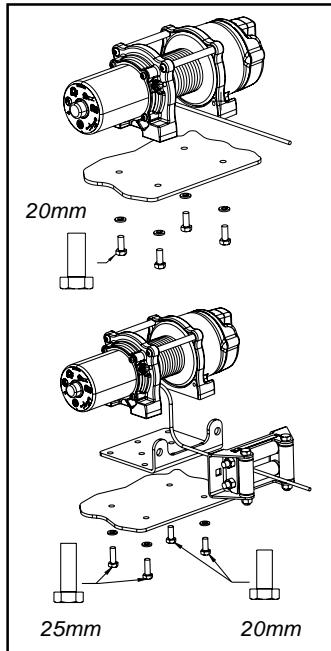

Figure 4 : Orientation du treuil par rapport à la plaque de montage
- Utilisez des vis à tête hexagonale M8-1,25 X 20 mm de catégorie 8 dans le cas d'une plaque de montage monobloc. **Remarque :** Si vous utilisez des plaques de montage et de guide-câble séparées, utilisez des vis à tête hexagonale M8-1,25 X 25 mm de catégorie 8 du côté moteur de la base tel qu'indiqué à la figure 4.